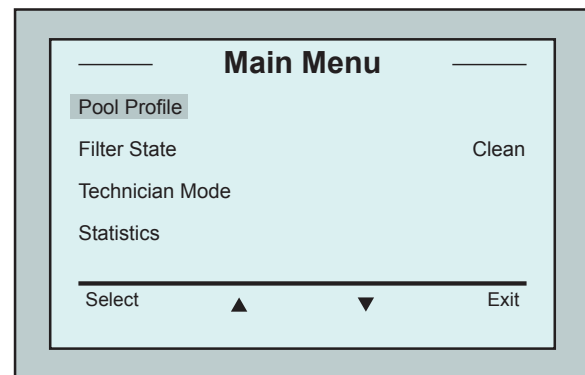

Figura 2: Pantalla *Main Menu*
2. Presionar **Menu** para acceder a la pantalla *Main Menu* (Figura 2).